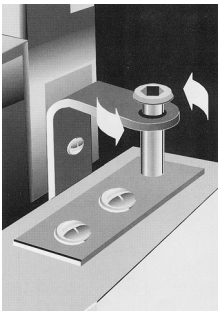

Fig 6.
- dévisser l'écrou à pan creux de la charnière supérieure et enfoncer le cylindre (Fig. 6).
- la porte se libère de la partie supérieure, et une fois légèrement inclinée, soulever pour la libérer de la charnière inférieure. (Fig. 6).